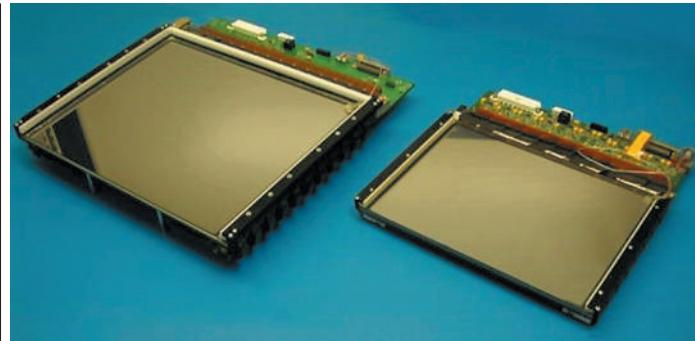

Рис. 5. Загальний вигляд DR-датчиків
**Рис. 4. Еквіваленти мережі та випробуваний пристрій в установці для вимірювання кондуктивного випромінювання****Рис. 5. Результати сканування перешкод навколошнього середовища**